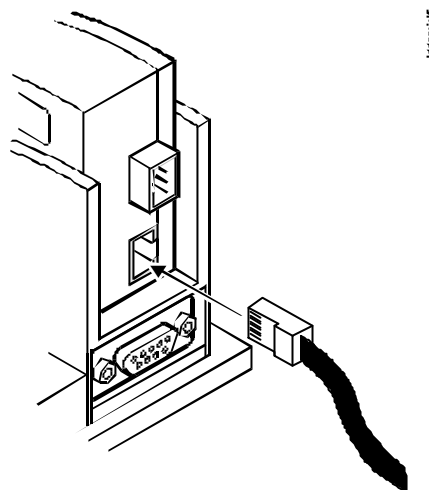

Fig. 59. Conectar el MCR 50 al Adaptador Meter-Bus.
4. Conectar la alimentación de 24Vca al adaptador de Meter Bus de acuerdo a la Fig 59. Insertar los cables en los terminales de la parte inferior del PW3 y apretar los tornillos del frente de la unidad.